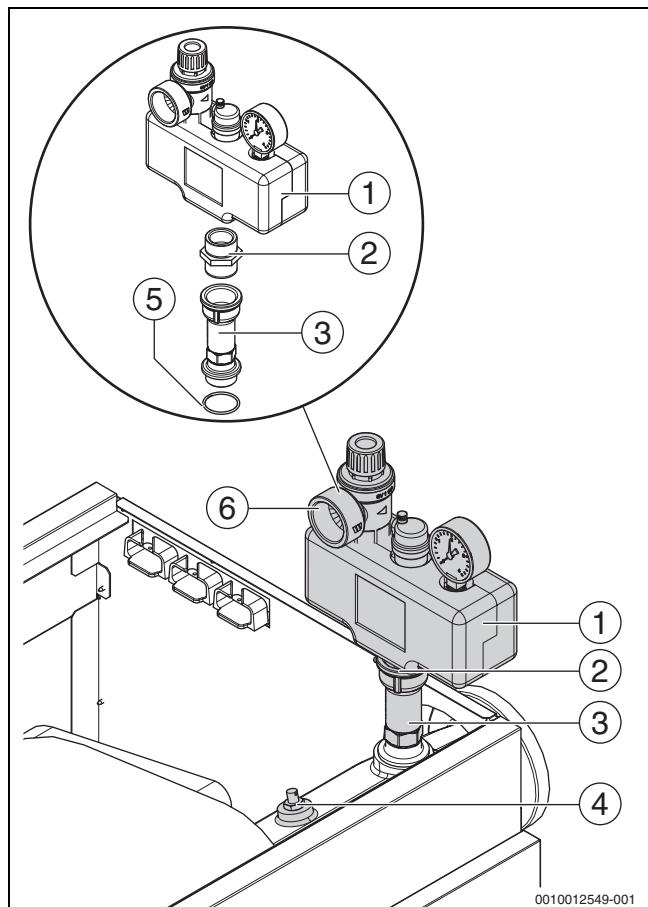

Bild 17 Sicherheits-Set 3 bar (Dargestellt: Kesselaufbau rechts)
- ▶ Sicherheitsventil am Gewindeanschluss des Kesselvorlaufs mit geeignetem Dichtmittel beziehungsweise den mitgelieferten Dichtungen eindichten (→ Bild 17).